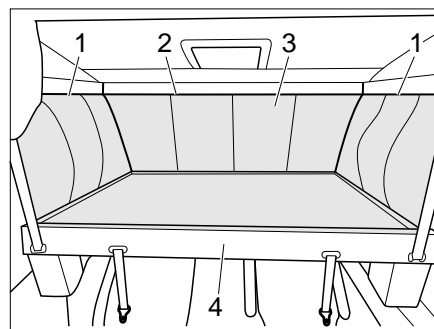

Bild 80 Zugang zum Rollokasten
- Hubbett (Bild 80,4) absenken (siehe Kapitel 7.16.3).
- Um den Hubbetsack (Bild 80,3) zu lösen, seitliche Reißverschlüsse (Bild 80,1) im oberen Bereich von vorne nach hinten und im vorderen Bereich (Bild 80,2) öffnen.
- Hubbetsack (Bild 80,3) abziehen (Klettbefestigung).